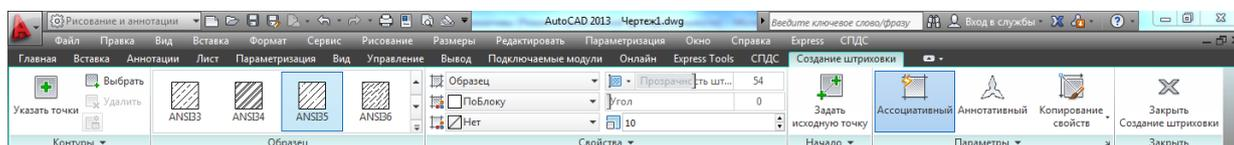

Рис. 43. Временная вкладка **Создание штриховки**.
**штриховки** (рис. 43), где можно задать параметры штриховки – это тип, образец, прозрачность, цвет и т.д.